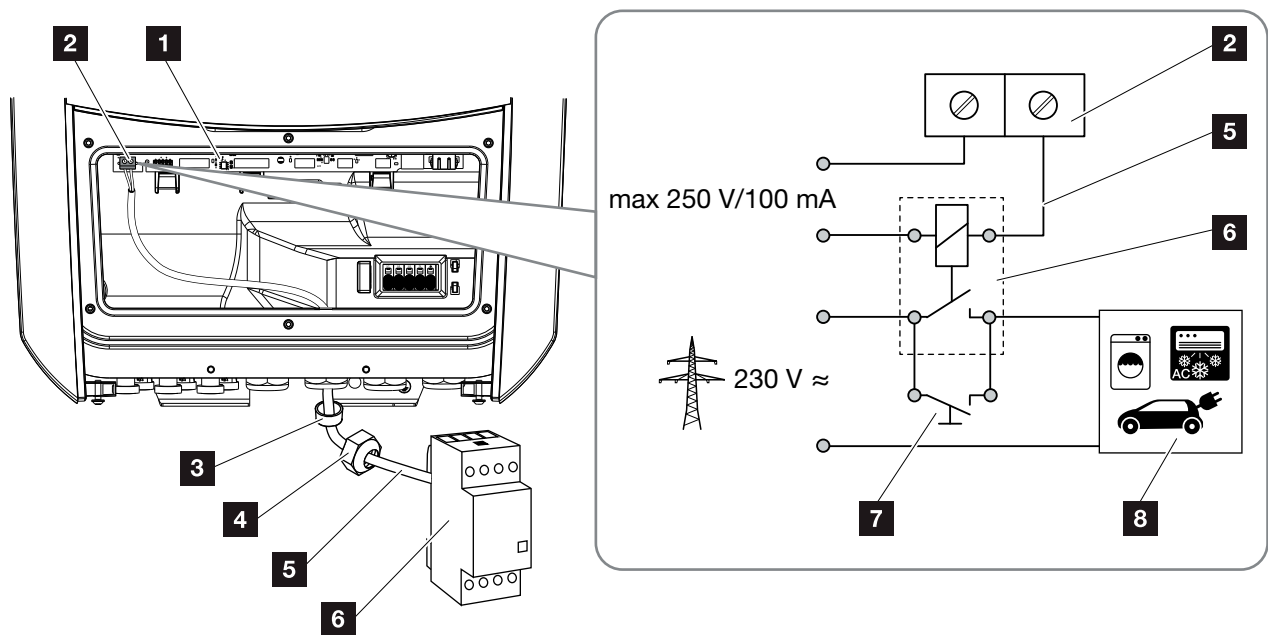

Abb. 65: Elektrischer Anschluss Eigenverbrauchssteuerung
2. Lastrelais fachgerecht an die Anschlussklemme Eigenverbrauchssteuerung am Smart Communication Board anschließen (Anzugsdrehmoment: 0,5 Nm).  **Abb. 65 Pos. 2**